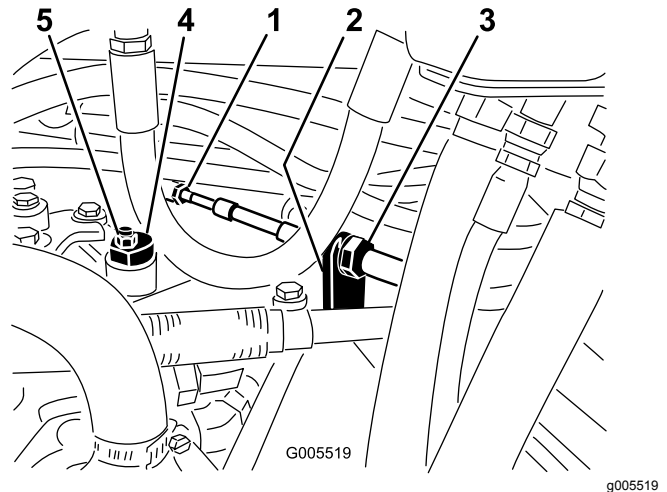

Figura 52
A. Afloje las dos contratuercas que fijan el cable de control de tracción a la escuadra del hidrostato (Figura 52). Asegúrese de aflojar ambas contratuercas uniformemente, y lo suficiente como para permitir el ajuste.
Nota: Afloje la tuerca que sujeta el excéntrico a la parte superior del hidrostato (Figura 52).
- C. Gire el excéntrico hasta que no haya movimiento en ningún sentido. Cuando la rueda deje de girar, apriete la tuerca para bloquear el excéntrico y el ajuste (Figura 52). Compruebe el ajuste con el acelerador en las posiciones Lento y Rápido.
- D. Desde cada lado de la mampara, apriete las contratueras uniformemente, fijando el cable de tracción a la mampara (Figura 52). No tuerza el cable.